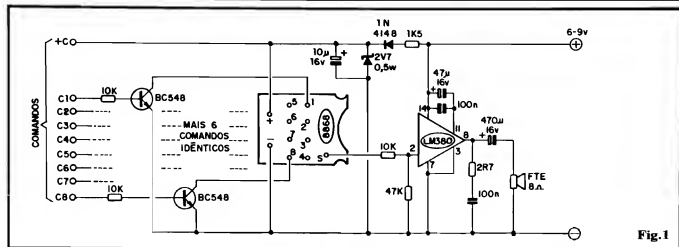

Fig.1
- FIG. 1 - DIAGRAMA ESQUEMÁTICO DO CIRCUITO DO "MOGESC" - Em bloco, na região central do desenho, vemos o módulo placa/chip removido do chaveirinho, e já adaptado (detalhes na próxima figura). Em seguida temos o circuito de amplificação de Potência (centrado num Integrado LM380). À esquerda do módulo 8868 (ou equivalente) vemos as chaves eletrônicas, cada uma delas (num total de 8) baseada em um BC548 protegido em base por resistor de 10K... Observem que a alimentação do módulo de amplificação pode situar-se entre 6 e 9 volts, enquanto que a alimentação de baixa Tensão (2,7V) necessária ao módulo da placa/chip é obtida de um circuito de desacoplamento, redução e estabilização a zener, que protege e assegura ao módulo gerador a sua Tensão de trabalho, mesmo que a alimentação geral varie entre 6 e 12V, sem problemas... Os comandos individuais dos sons (ver Tabela), para serem ativados, devem ser "positivados", ou seja, ligados do ponto +C. Essa ativação (como veremos mais adiante) pode ser implementada com simples